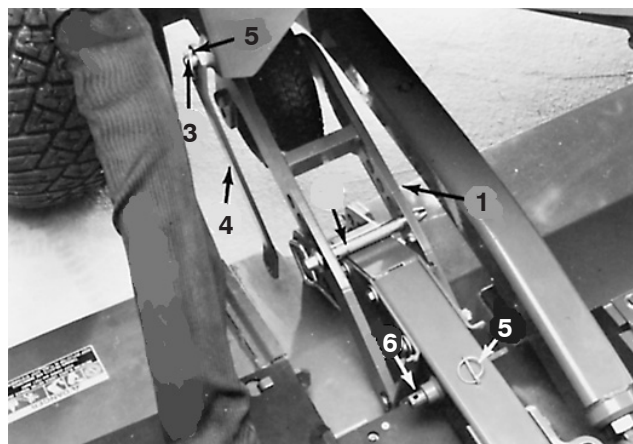

Bild 61
5. Stecken Sie das Mähwerkklappp Verbindungsteil über das Schweißteil rechts an der Zugmaschine und befestigen Sie es mit dem Klemmstift. Positionieren Sie das Verbindungsteil, sodass es beim Anheben des Mähwerks keine Berührungsstellen aufweist. Der andere Klemmstift sollte bereitliegen, sodass Sie die andere Seite des Verbindungsteils am Mähwerkarmschweißteil befestigen können (Bild 61).